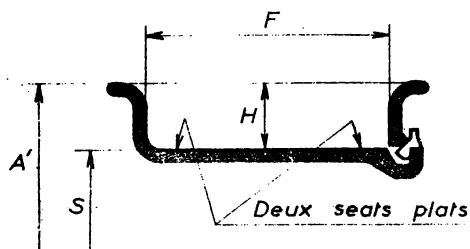

Fig. 3
- les jantes standard à deux seats plats (fig. 3),